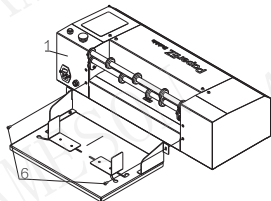

图4
(1)将上一步安装好的托盘，用序号6螺丝 (M5x10) 锁到序号1主机后部下方的螺丝孔上，如下图4；